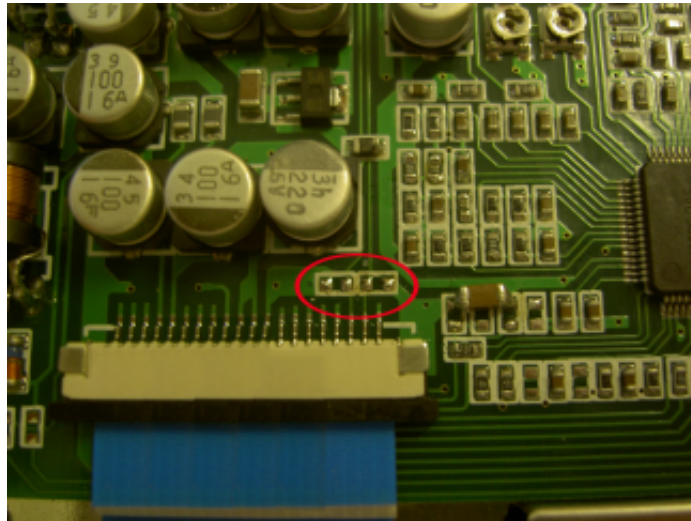

Рис.19.
9. На плате, не закрытой экраном, удалить резисторы R97 и R98 (рис.19, 21).